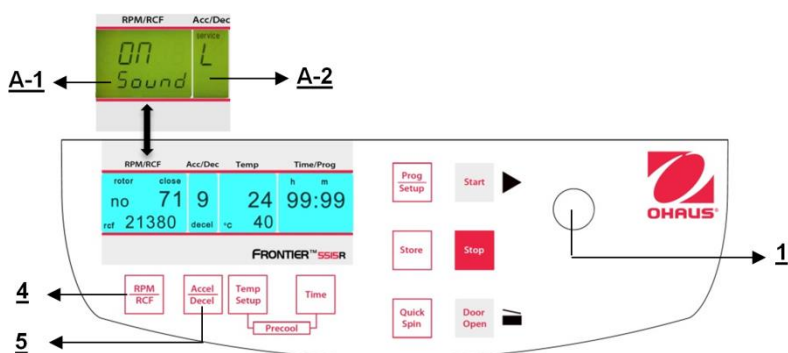

Figure. 33
Poursuivre conformément à la description du paragraphe 4.1.1 pour entrer dans ce mode de programme et appuyer ensuite sur la touche **"Accel/Decel"** (5). Sur l'affichage **"Acc/Dec"** (A-2), le mot **"Service"** clignote. Sélectionner maintenant la lettre **"U"** avec le bouton de réglage (1). Ceci entraîne l'apparition des mots **"Vol=0-9/Sound"** sur l'affichage **"RPM | RCF"** (A-1). Après avoir appuyé sur la touche **"RPM | RCF"** (4), l'utilisateur peut régler le volume désiré entre 0 (faible) et 9 (fort) avec le bouton de réglage (1) (voir la figure 33).